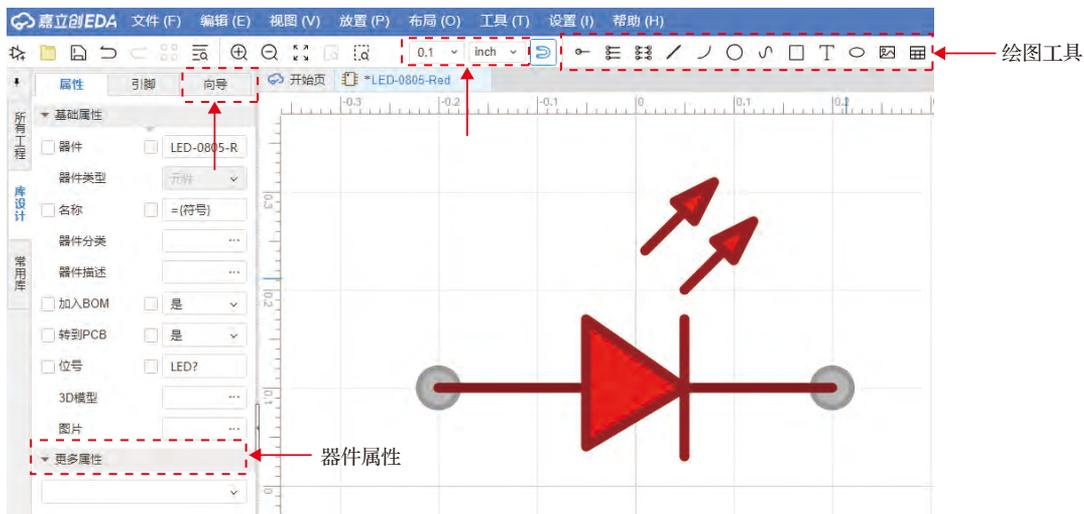

图 11-7 新建器件窗口页面
0.05inch（英寸），使引脚端点在网格格点上，引脚固定后可修改网格大小，微调其他元素位置和大小，如图 11-7 所示。